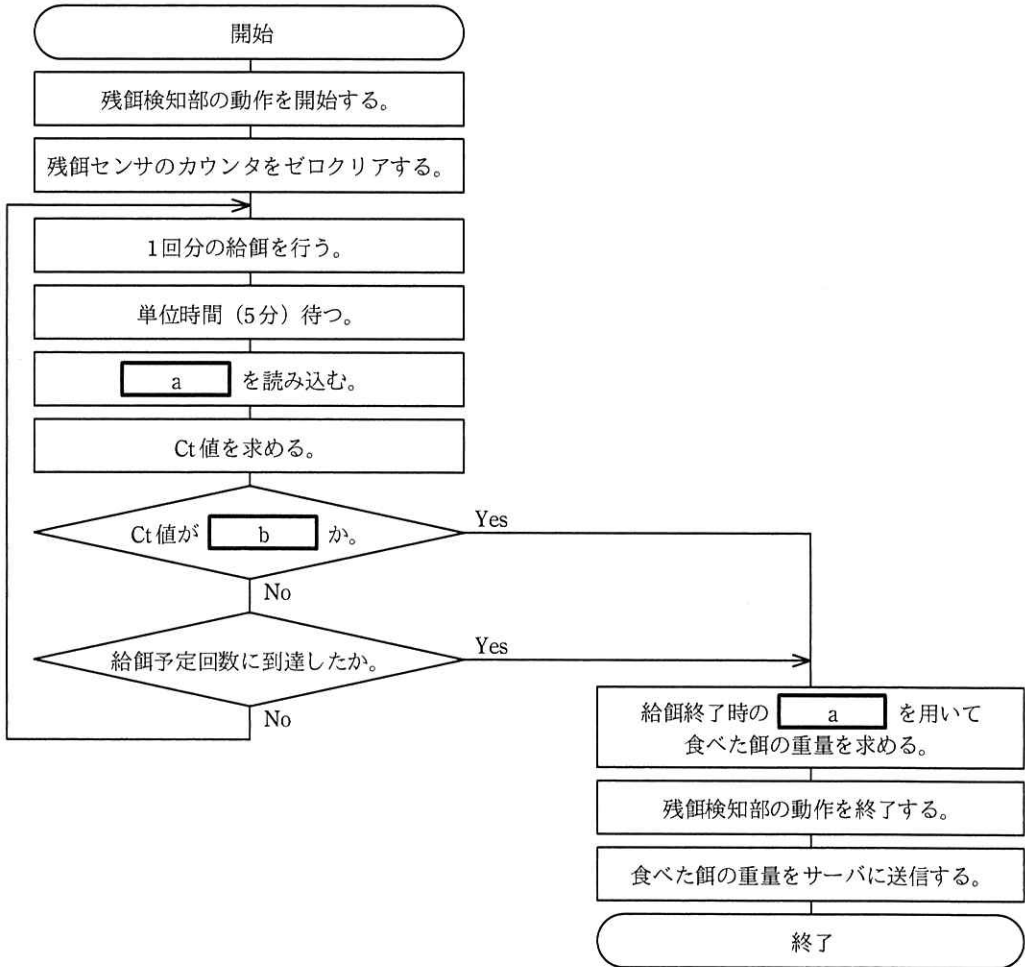

図3 給餌処理フロー
給餌日時になったときの給餌処理フローを図3に示す。
- (1) 図3中の , に入れる適切な字句を答えよ。
- (2) 養殖魚が食べた餌の重量の算出方法について、次の式中の ~ に入れる最も適切な字句を解答群の中から選び、記号で答えよ。